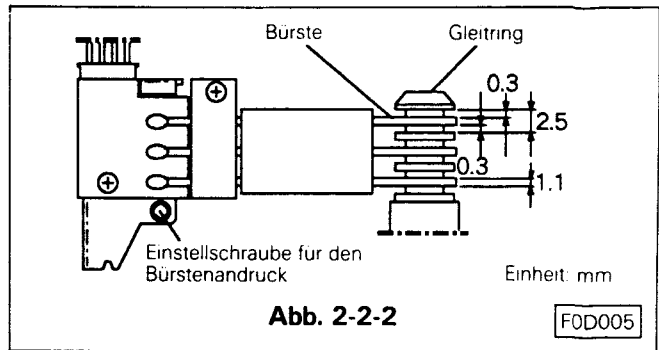

Abb. 2-2-2
- Mit Schraube ⑤, die Bürste befestigen.
- Den Bürstenandruck an den Kontaktring mit der Bürstenandrukschraube auf leicht einstellen. Die Bürste so justieren, wie in Abb. 2-2-2 beschrieben.